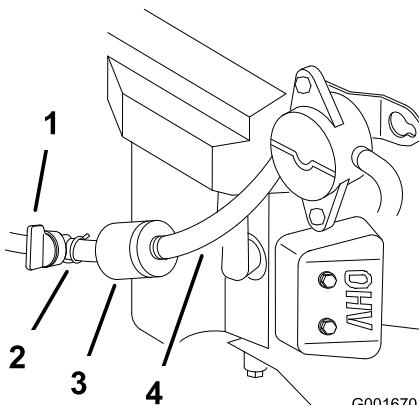

Figure 39
5. Fermez le robinet d'arrivée de carburant (Figure 39).
3. Fermez le robinet d'arrivée de carburant (Figure 39).
4. Desserrez le collier de serrage au niveau du filtre à carburant et éloignez-le du filtre en le poussant le long de la conduite d'alimentation (Figure 39).
5. Débranchez les conduites d'alimentation du filtre à carburant (Figure 39).
Remarque: Laissez l'essence s'écouler dans un bidon ou un bac de vidange (Figure 39).
7. Raccordez la conduite d'alimentation au filtre. Rapprochez le collier de serrage du filtre pour fixer la conduite d'alimentation (Figure 39).
6. Pincez les extrémités des colliers et faites glisser ceux-ci pour les éloigner du filtre (Figure 39).
8. Posez un filtre neuf et rapprochez les colliers de fixation du filtre (Figure 39).